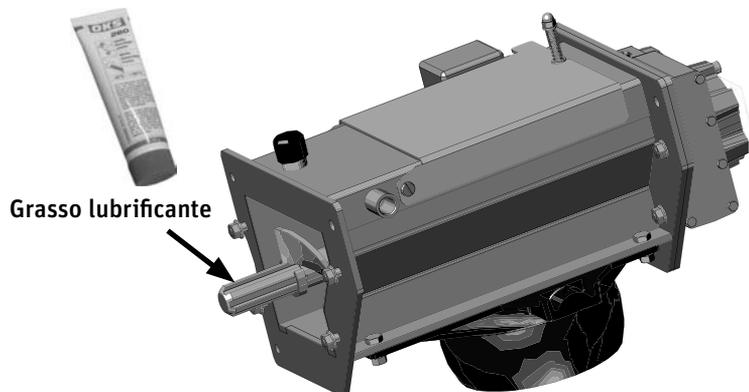
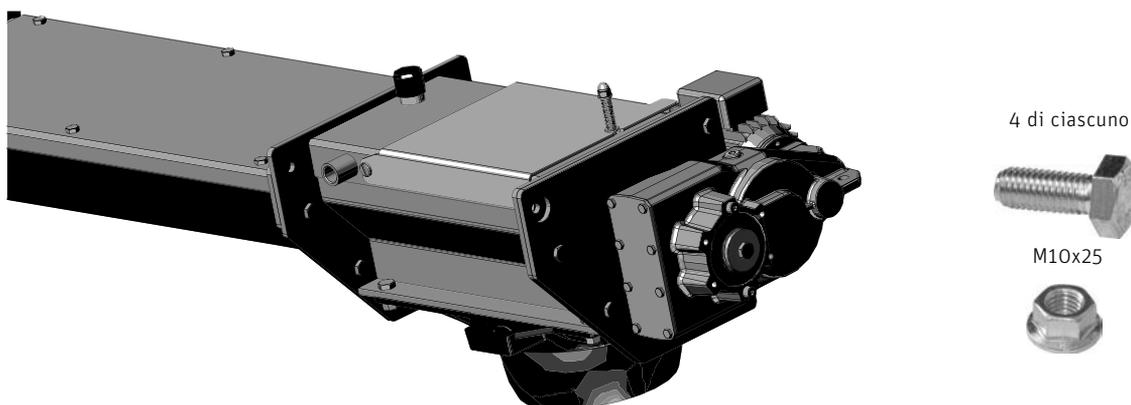

Fig. 131 Unità di trasferimento; ingrassare il raccordo alla coclea
Fig. 132 Montare l'unità di trasferimento
- Puntellare il prelievo dal magazzino e collegare l'unità di trasferimento al prelievo dal magazzino con 4 viti a testa esagonale M10x25 e i dadi flangiati M10 su ciascun lato, quindi avvitare saldamente dopo aver ingrassato il raccordo alla coclea - Fig. 131, Fig. 132.